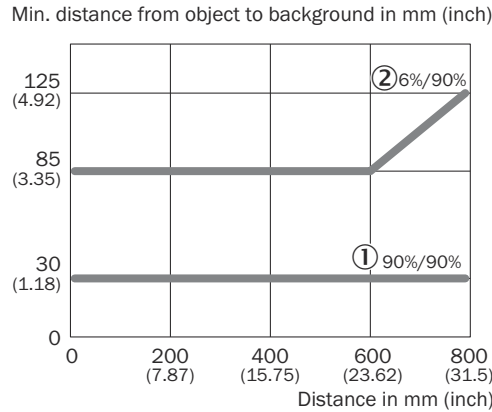

Рисунок 5: Минимальное расстояние от объекта до фона
5. Учитывать дистанцию переключения и дистанцию до объекта/фона, а также отражательную способность объекта. см. рисунок 5, страница 147